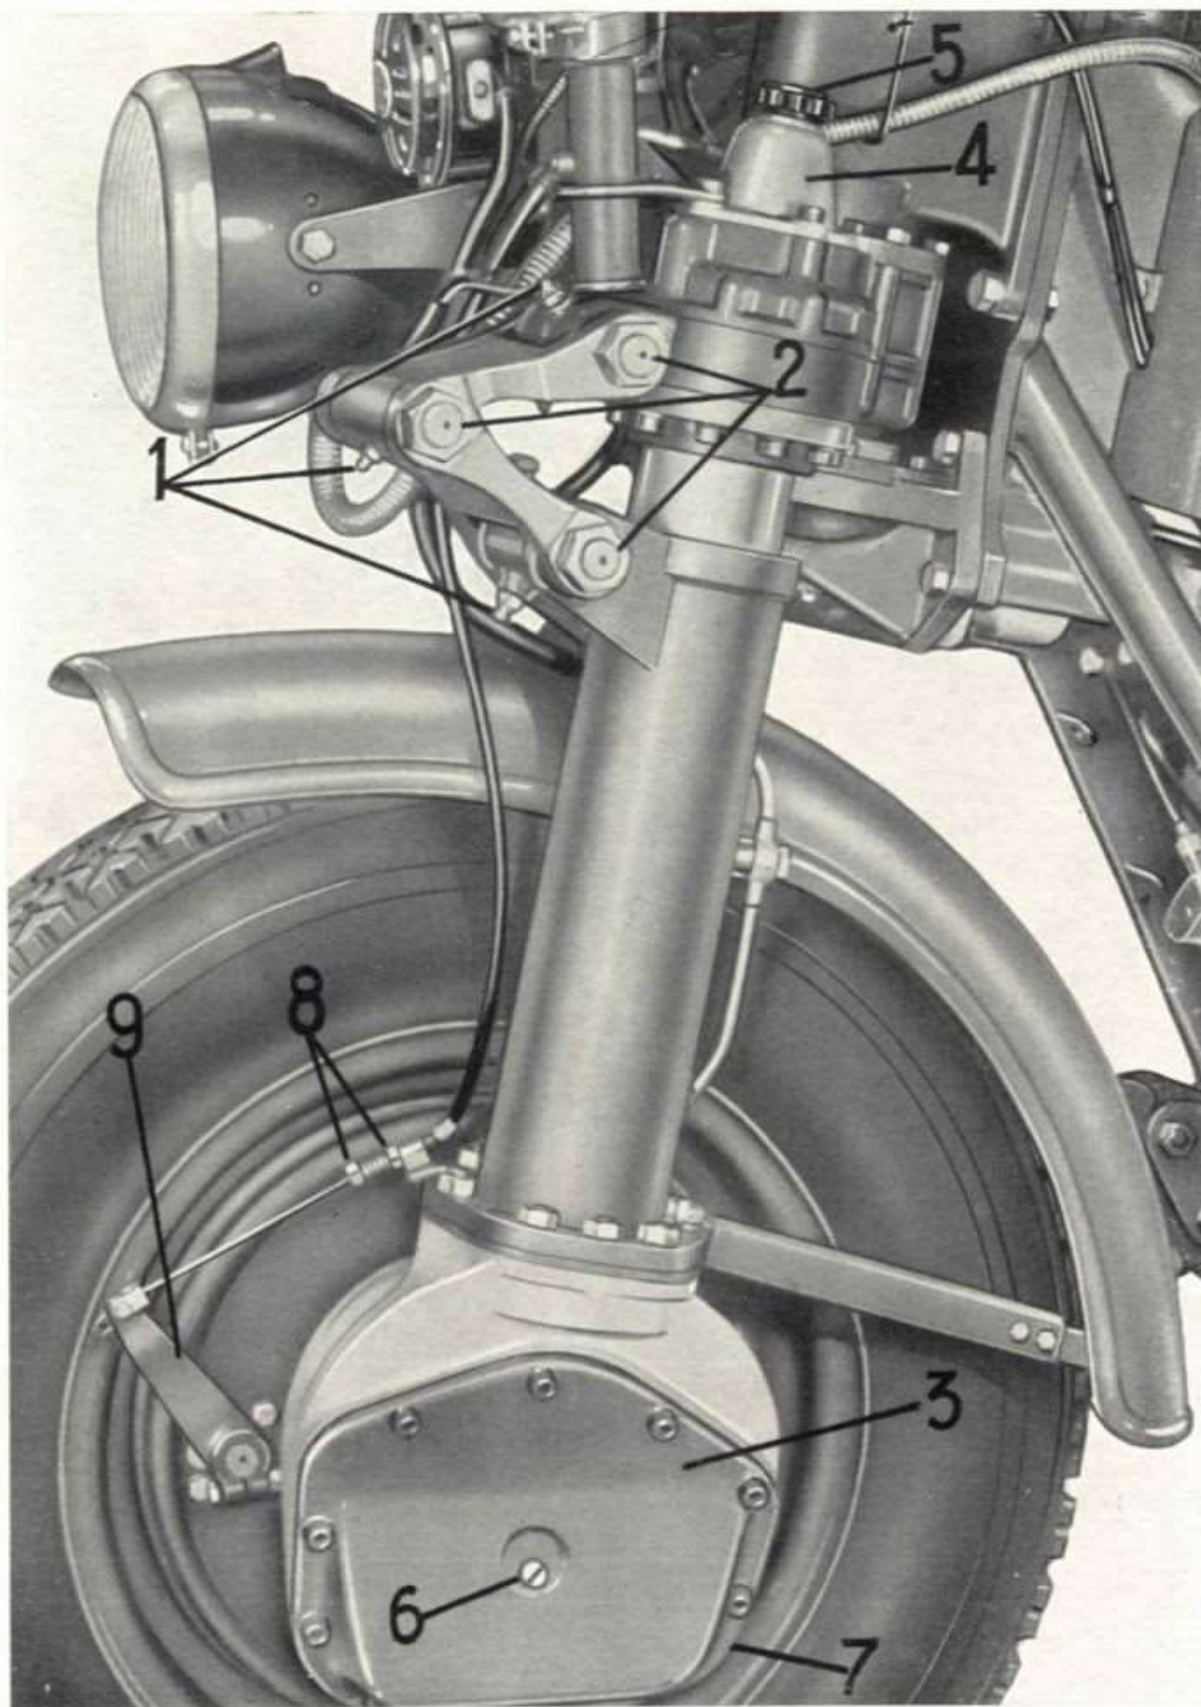

Fig. 38. - Complesso forcella anteriore.
TRASMISSIONE ANTERIORE (ved. fig. 38)
- N. 3 ingrassatori situati sullo snodo della forcella anteriore (vedere 1 di fig. 38).
vengano a contatto con il tamburo. Tale giuoco si regola agendo sul tenditore posto sulla parte inferiore sinistra della forcella (8 di fig. 38). Qualora, dopo ripetute regolazioni tramite il suddetto tenditore, il funzionamento del freno non fosse soddisfacente, occorrerà spostare in avanti di qualche dente la leva sul disco portaceppi (9 di fig. 38) agendo, naturalmente, anche sul tenditore.
Se ai tre perni dello snodo (2 di fig. 38) viene riscontrato giuoco superiore al normale, questo si elimina compiendo su ogni perno la seguente registrazione: